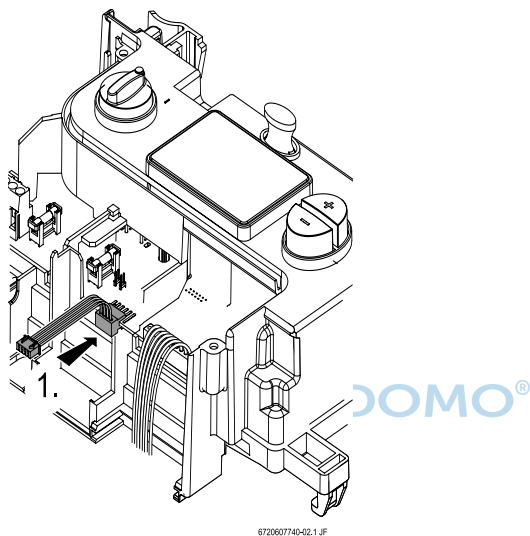

Fig. 4 *Cablaggio PCB*
- Collegare il cablaggio PCB come nella Fig. 4.